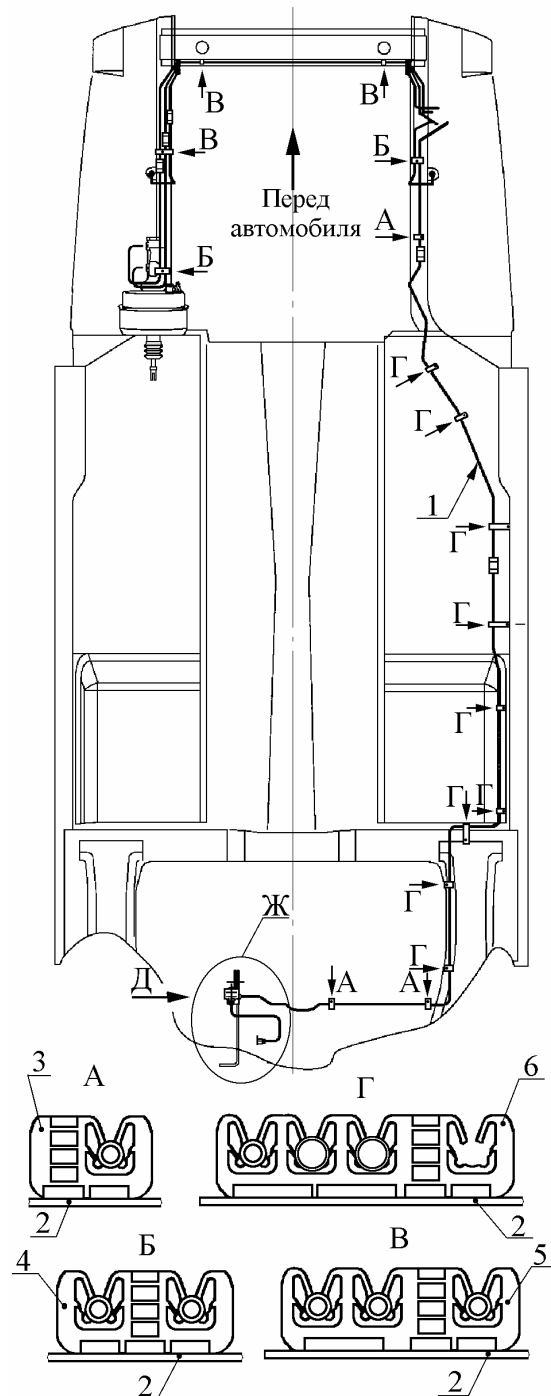

Рис. 18 Снятие гидропривода тормозов:
4.15.3. Снять трубопроводы гидропривода тормозов 1 (рис. 18), вынув трубки из трех скоб 3, двух скоб 4, трех скоб 5 и восьми скоб 6, крепящих трубопровод к панели пола кузова 2 в восемнадцати точках (плоскогубцы ГОСТ 5547-75).